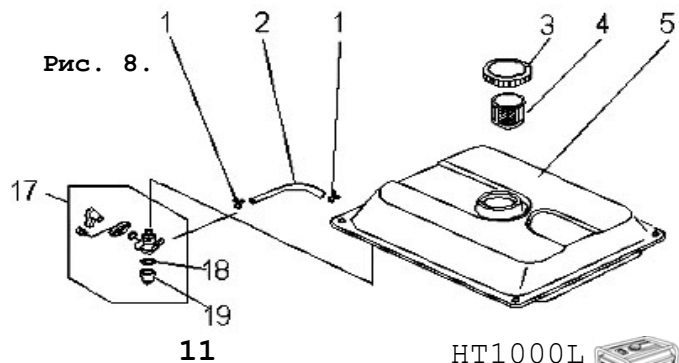

Рис. 8
9.5.2. Снять крышку бензобака поз. 4 (рис. 8) и колпачок крана подачи бензина поз. 19 (рис. 8), стараясь не повредить уплотнения. Слить остатки топлива во вспомогательную емкость.
9.5.3. Удалить загрязнения с фильтров поз. 18 и поз. 4 (рис. 8) промыванием в легком растворителе (типа №646) и продувкой. Высушить фильтры и установить их на место.
ливный шланг поз. 2 (рис. 8).
9.7.2. Удалить или полностью выработать имеющуюся в баке топливную смесь. Слив производить, сняв колпачок поз. 19 (рис. 8) крана подачи топлива.